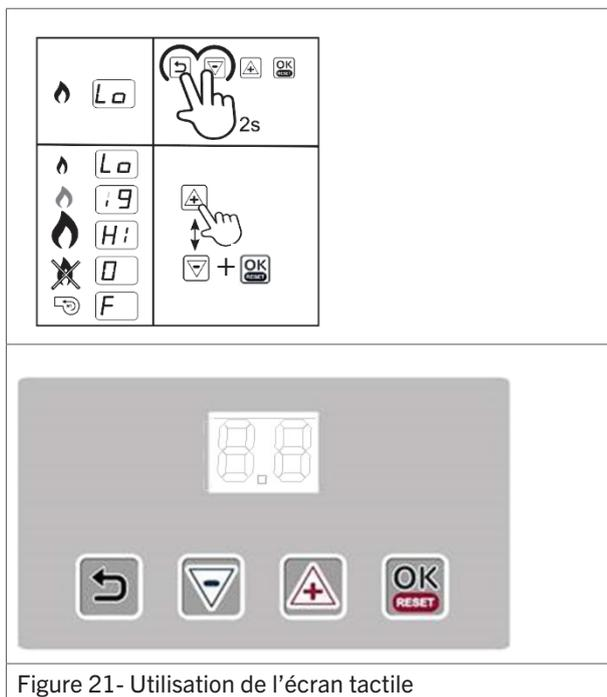

Figure 21- Utilisation de l'écran tactile
1. Appuyer pendant quelques secondes sur les touches **Retour** et (–) (figure 21). L'écran affiche alternativement les indications Lo et St, ce qui indique que l'aérotherme démarrera à la puissance minimale.
2. Appuyer sur les touches (+) et (–) pour sélectionner alternativement les puissances maximale et minimale (figure 21).